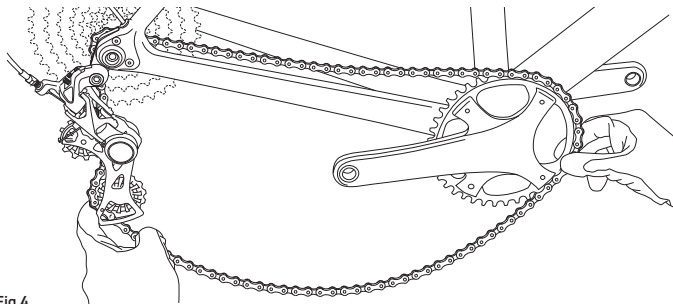

Fig.4
- Premete il bilanciere verso il basso per ridurre la tensione della catena e portatela verso l'esterno sfilandola dall'ingranaggio e dalla pedivella (Fig. 4).